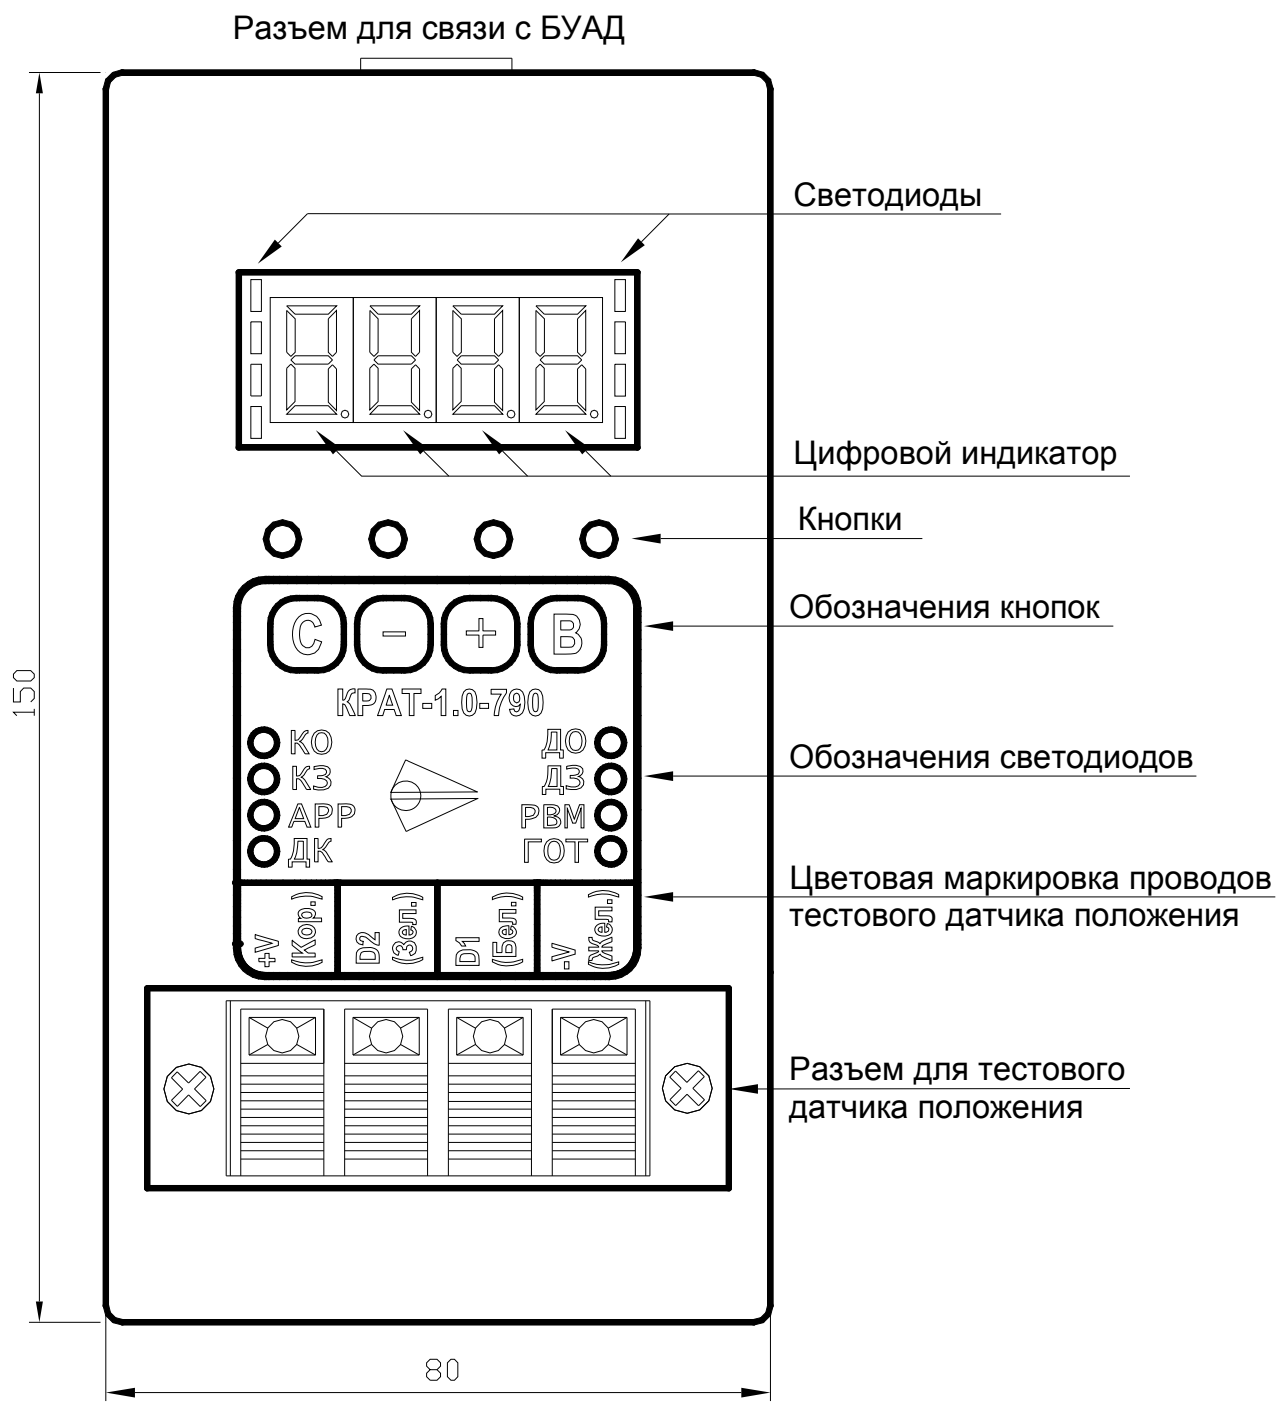

Рис.1. Внешний вид Устройства.
Устройство применяется для обмена информацией с БУАД посредством кабеля двустороннего последовательного обмена УСНА-БУАД, через который также осуществляется питание *Устройства*, а также подача команд *Устройством* в БУАД для автоматического и ручного тестирования датчиков положения. Длина и сопротивление кабеля двустороннего последовательного обмена УСНА-БУАД должны быть минимальными. Разъем для подключения кабеля к *Устройству* показан на **рис.1, 2**.
Габаритные размеры Устройства (рис.1) (мм)	150x80x30
3.4.1. Панель управления *Устройства* (рис.1) состоит из